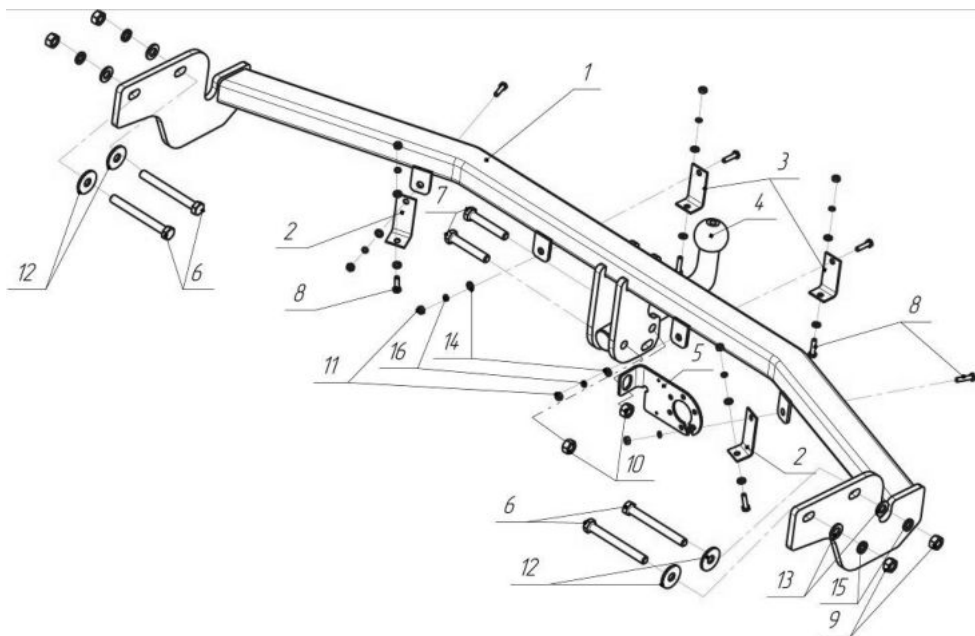

Рис.1.
- Установить ТСУ (рис.1) на автомобиль, используя крепежные элементы (поз.6,9,12,13,15) см. (рис.1);